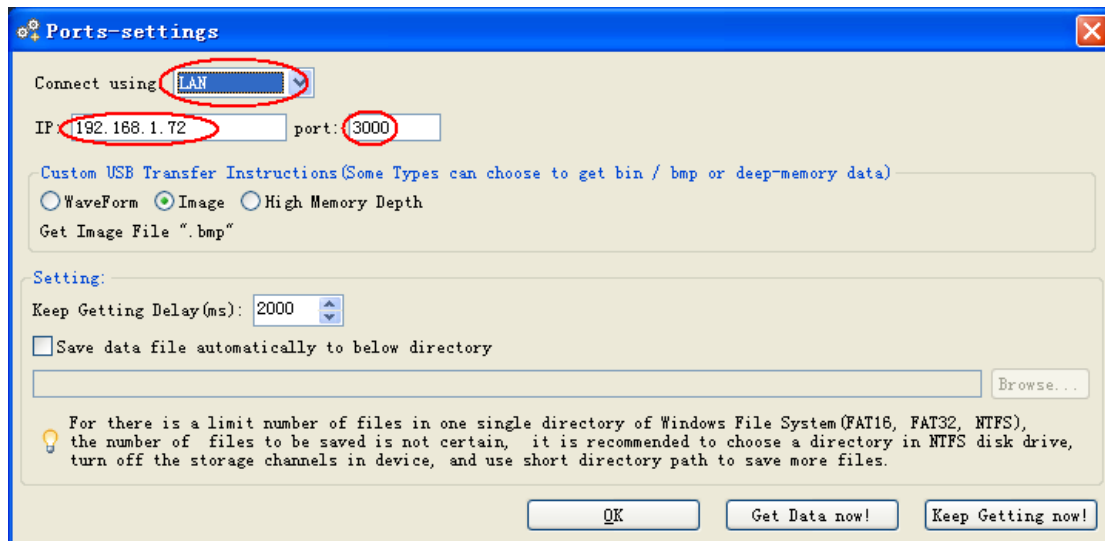

Bild 0-6 Netzwerkeinstellungen in der Software
9. Beobachten und berechnen Sie die Phasendifferenz mit der elliptischen Oszillogramm-Methode (Bild 0-6).